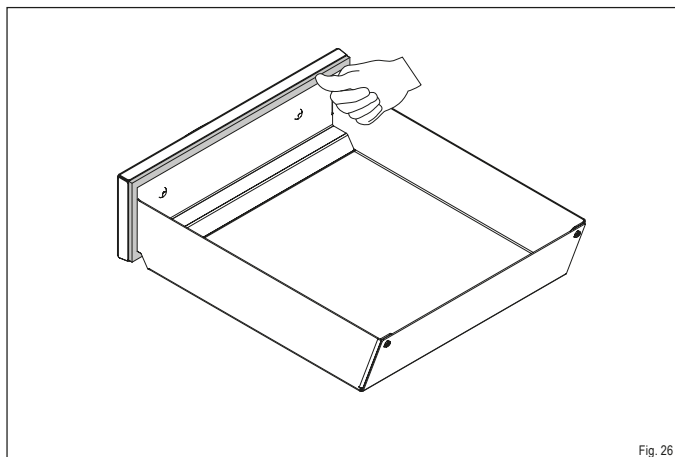

Fig. 26
- Appuyez uniformément sur le nouveau joint dans le guide du bac à cendres (Fig. 26).